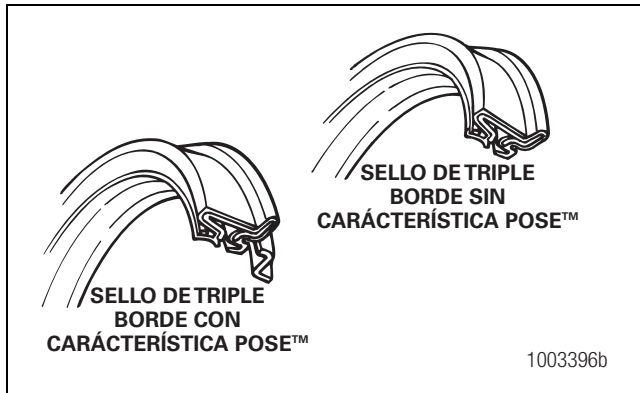

Figura 5.66
- **Para sellos de piñón integrales:** Consulte el procedimiento de instalación de sellos de piñón integrales en esta sección y luego continuar con el Paso 4. Figura 5.66.
- **Si se instaló un sello de piñón integral en la jaula del cojinete de salida:** Consulte el procedimiento "Limpiar e inspeccionar el yugo después de instalar un sello de piñón integral" en esta sección y luego continúe con en Paso 7. Figura 5.66.